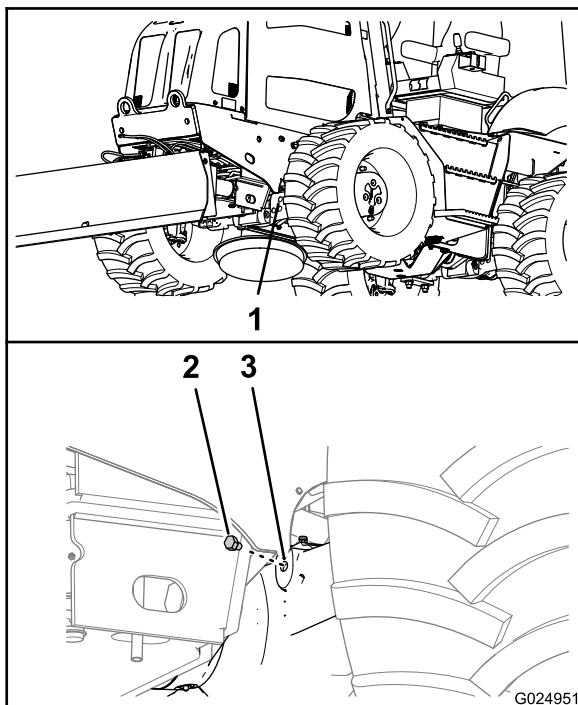
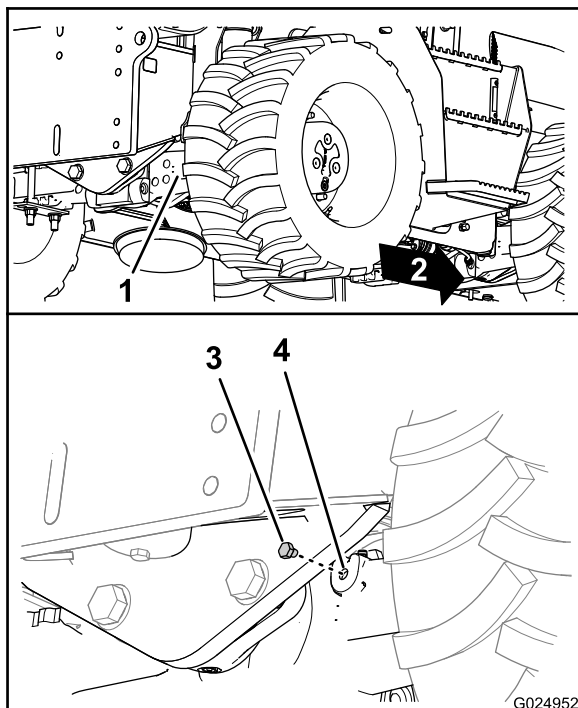

Figura 86
Figura 87
2. Remova os bujões do orifício de nível na caixa do pinhão do eixo (Figura 86 e Figura 87).
- Verifique pelo orifício de nível se o nível do óleo no eixo está alinhado com a borda interior do orifício (Figura 86 e Figura 87).
- Instale o bujão no orifício de nível na caixa do pinhão do eixo (Figura 86 e Figura 87).